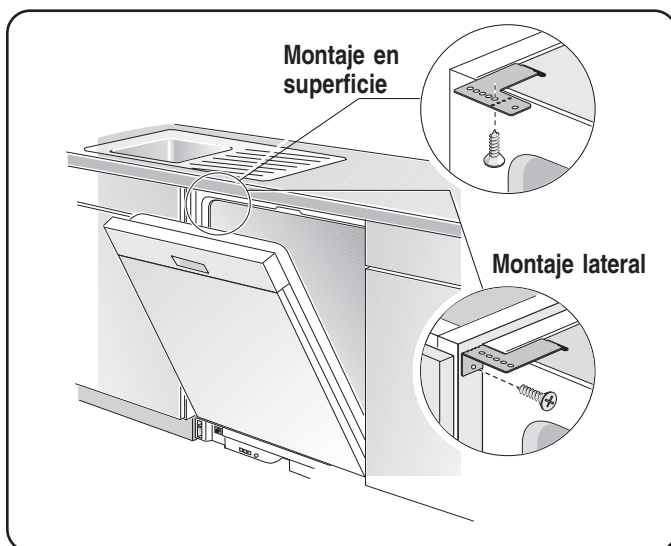

Ilustración 10
- 1 **El Montaje Superior** se utiliza cuando el contador tiene una superficie de madera u otro material fácil de perforar. Acomode los soportes de montaje tal como indica en la **Ilustración 10** y sitúe las dos lengüetas pequeñas de modo que cubran las dos ranuras en los rincones delanteros de la lavadora. Oprima firmemente hacia abajo los soportes de montaje hasta introducir las lengüetas en sus ranuras.
- 2 **El Montaje Lateral** se utiliza para las superficies de contador hechas de mármol, granito u otro material muy duro que no se perfora fácilmente. Doble los soportes de montaje en línea con los hoyos pequeños y en la misma dirección como las dos lengüetas pequeñas. Acomode los soportes de montaje tal como indica en la **Ilustración 10** y sitúe las dos lengüetas pequeñas encima de los soportes de montaje sobre las dos ranuras en los rincones delanteros de la lavadora. Oprima firmemente hacia abajo los soportes de montaje para poder introducir las lengüetas en las ranuras.